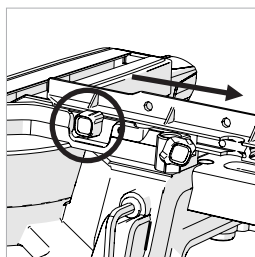

Fig. 28
- Allentare la vite ad alette. (Fig. 28)